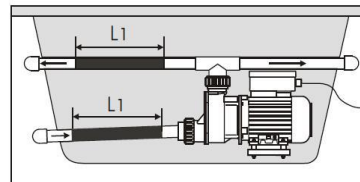

Fig. 2
2. Varmeren kan tilsluttes ved anlæggets pumpeindtag- eller udløb (Fig. 2)